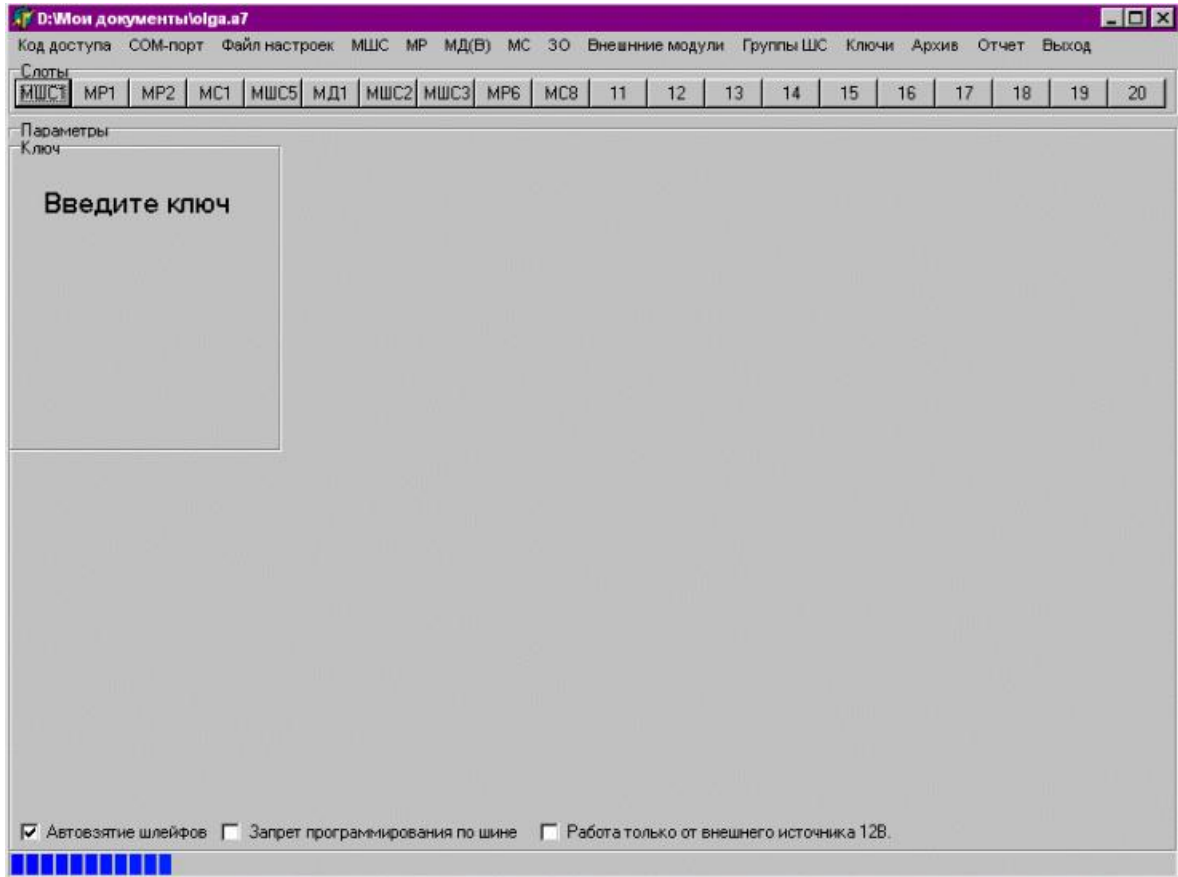

Рисунок 26
2.1.6.3 Добавлять новые ключи доступа можно с помощью командной кнопки «Добавить» на панели с параметрами ключа доступа (2.1.6.2 настоящего РЭ), либо выбрав команду главного меню «Ключи \ Добавить». В результате выполнения этих команд в нижней части основного окна программы появляется индикатор (рисунок 26):